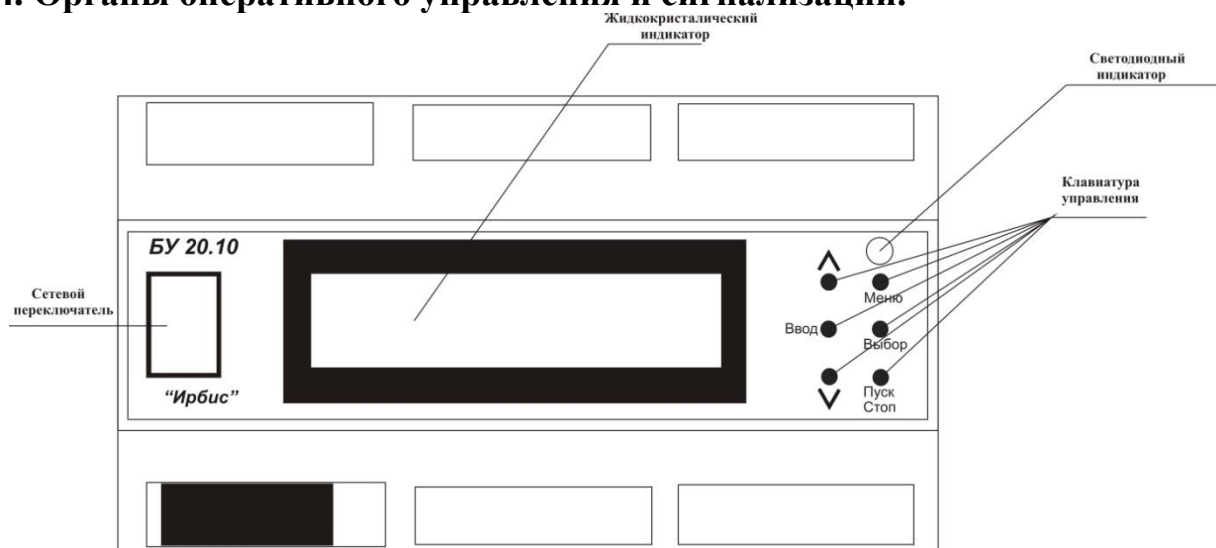

Рис. 5. Органы управления котлом
5.8. Примерная схема присоединения котла к отопительной системе приведена на рис. 5.